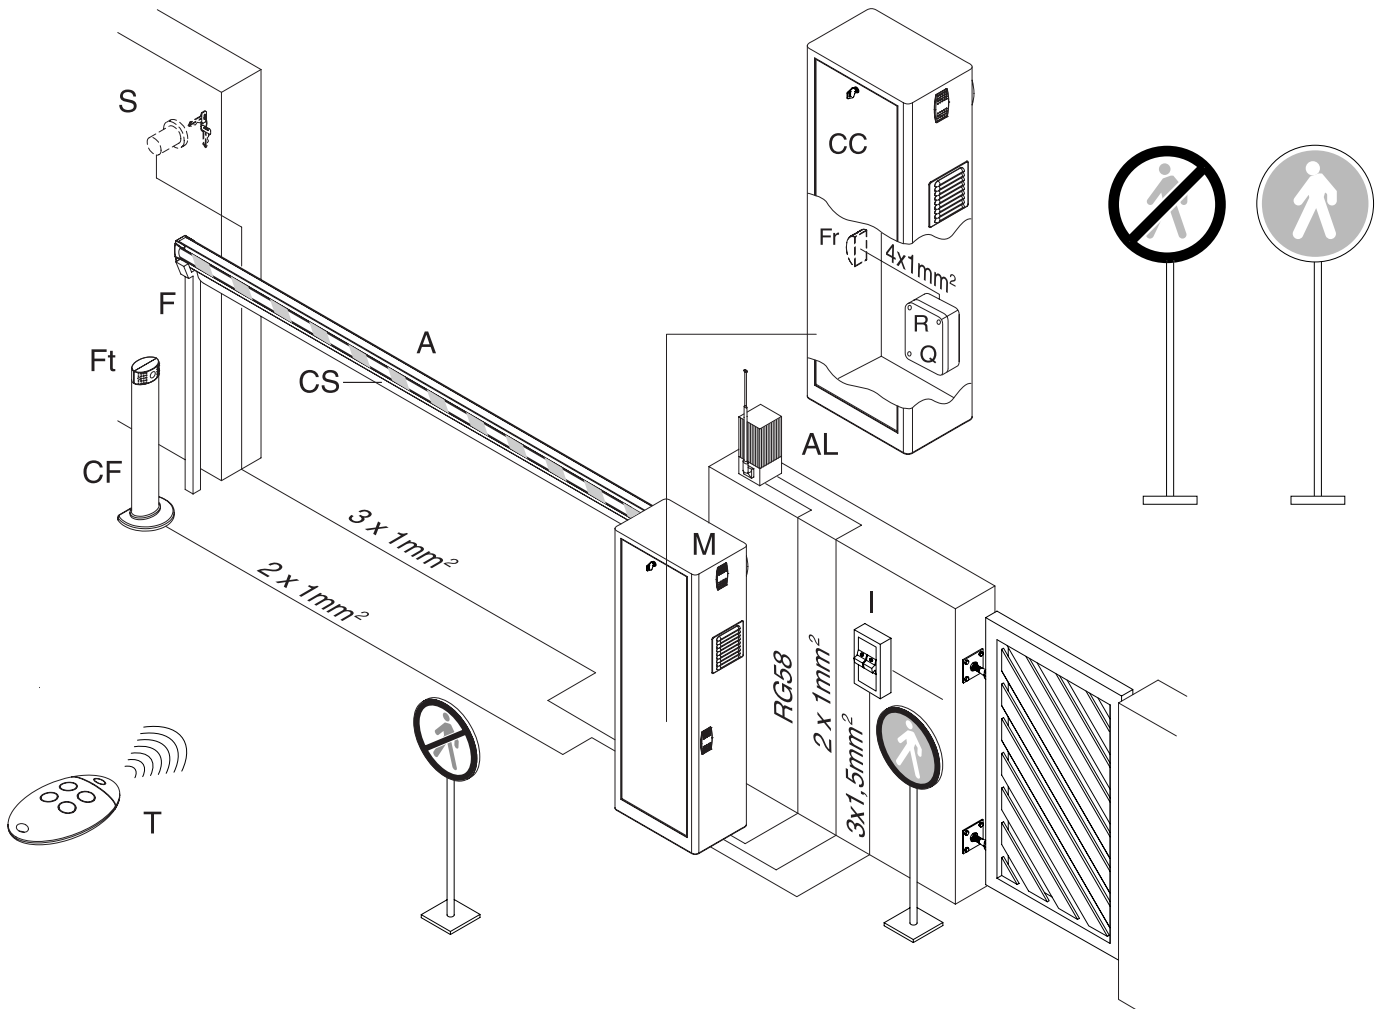

Fig. 11
Шлагбаум имеет электрические концевики и механический стопор концевика. Между электрическим концевиком и механическим стопором должен оставаться зазор, приблизительно 1 градус, как при закрывании, так и при открывании (рис.11).
- Отрегулируйте микропрерыватель закрывания SWC (рис 12), таким образом, чтобы стрела останавливалась в нескольких мм до контакта с упором F (рис.11). Дождитесь щелчка микропрерывателя (или проверьте, погас ли соответствующий светодиод на блоке управления).